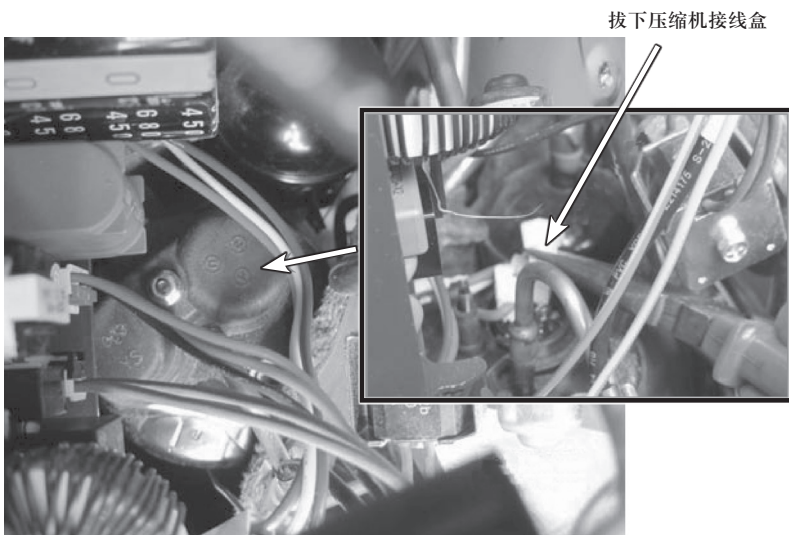

图 4-21 断开压缩机接线
5) 断开压缩供电 U、V、W 端接线，如图 4-21 所示。